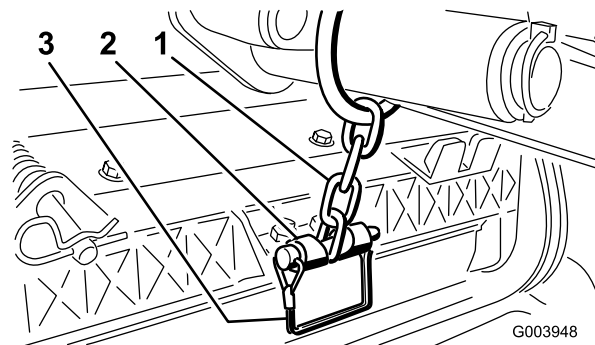

Figura 17
13. Sujete la cadena del brazo de elevación al soporte de la cadena con el pasador de seguridad (Figura 17). Utilice el número de eslabones indicado en el *Manual del operador* de la unidad de corte.